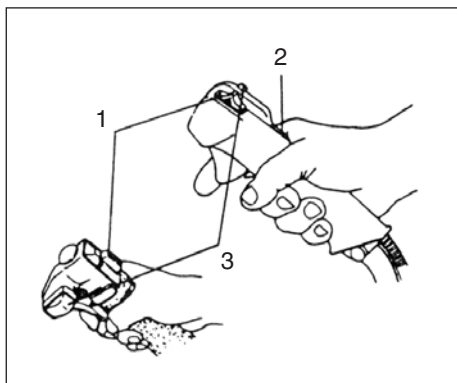

Fig.2-2
Avviamento (Fig. 2-2, 2B)
1. Spostare l'interruttore di spegnimento (1). (Fig. 2-2, 2B)
2. Premendo sul salvavita (2) (se la macchina ne é fornita), tirare la leva dell'acceleratore e premere il pulsante di bloccaggio acceleratore (3), quindi rilasciare lentamente prima la leva dell'acceleratore e poi il salvavita. La leva dell'acceleratore rimane così bloccata in posizione di avviamento. (Fig. 2-2, 2B)